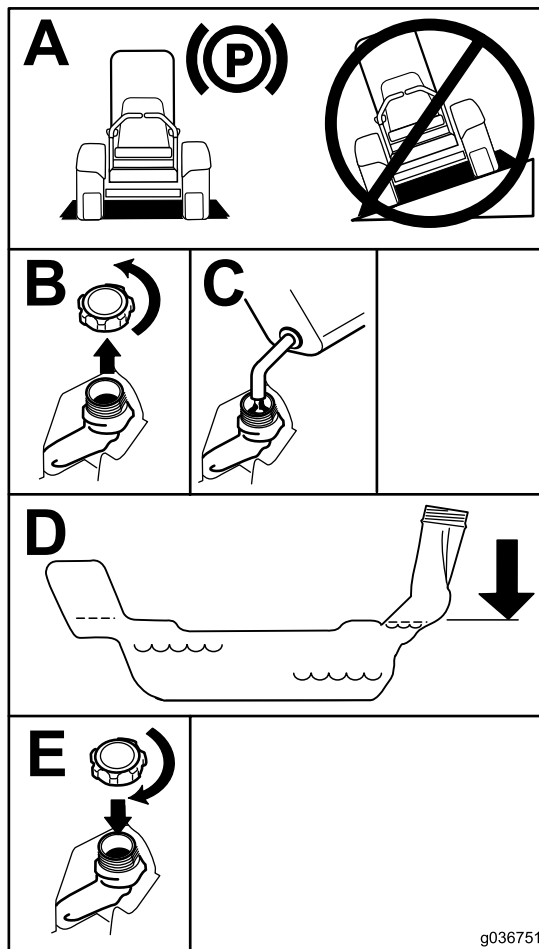

Figure 8
4. Remplissez le réservoir de carburant jusqu'à la base du goulot de remplissage (**Figure 8**).